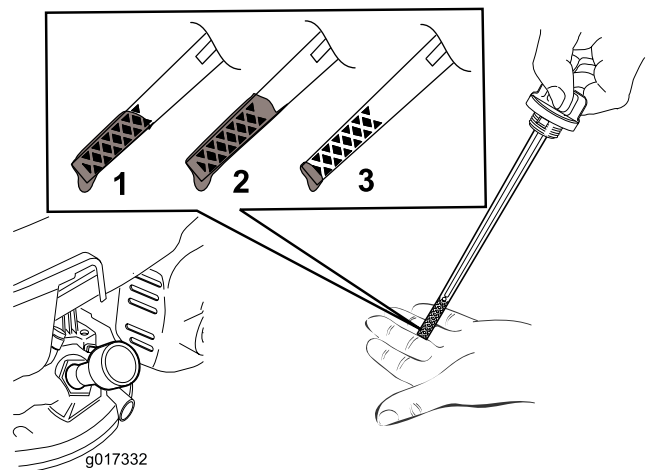

Figura 11
5. Para determinar el nivel de aceite correcto, consulte Figura 11.
Nota: Llene el cárter con aceite hasta que la varilla indique que el nivel del aceite del motor es correcto, según se muestra en Figura 11. Si usted llena demasiado el motor, vacíe el exceso de aceite siguiendo las instrucciones de la sección *Cómo cambiar el aceite del motor*.